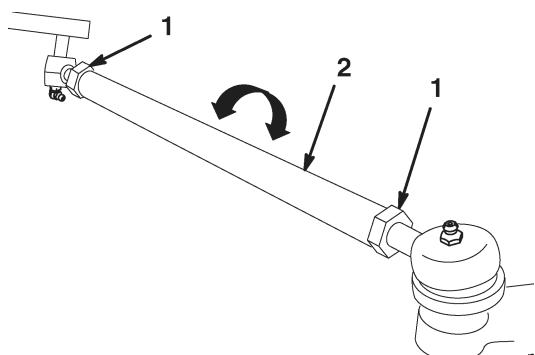

Bild 27
3. Lockern Sie zum Einstellen die Klemmmuttern an beiden Enden der Zugstangen (Bild 27), wenn das Maß über 6 mm liegt.